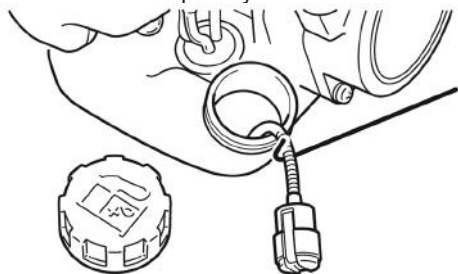

Рис. 16 Обслуживание топливного фильтра
3. Зацепите крючком топливный шланг с фильтром и вытяните через заливную горловину (Рис. 16).